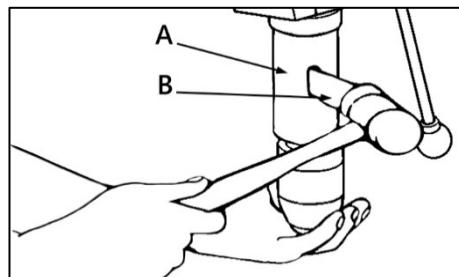

Рисунок 7.
Максимально разведите кулачки патрона повернув зажимное кольцо патрона. Вставьте в отверстие в гильзе (A) (рис. 7) расклиниватель (B) и постучите по нему резиновым молотком, придерживая патрон рукой, чтобы избежать его падения при отделении от шпинделя.